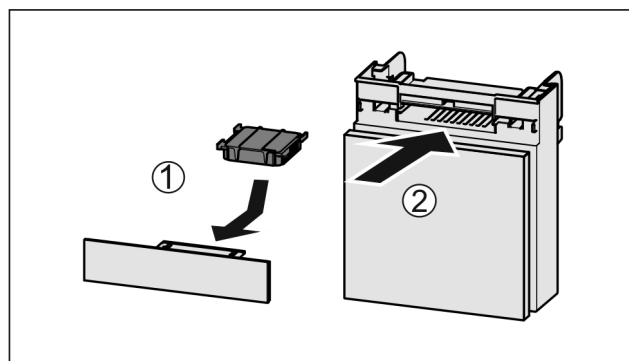

Fig. 49
- ▶ Vložte aktívny uhlíkový filter podľa obrázka Fig. 49 (1).
- ▶ Zasuňte zásuvku Fig. 49 (2).